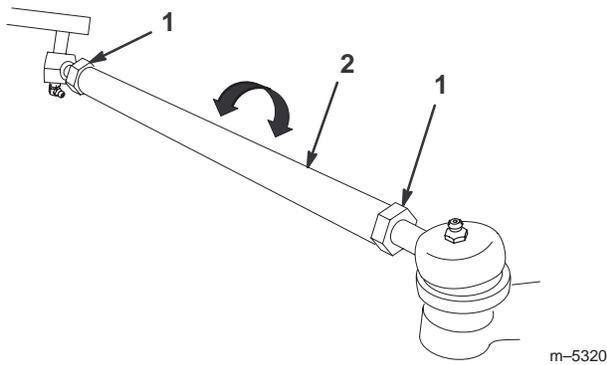

**Bild 36**
2. Messen Sie den Abstand zwischen beiden Vorderreifen auf Achshöhe (an der Vorder- und Rückseite der Vorderreifen) (Bild 36). Eine Messlehre wird für das hintere Maß der Vorderreifen auf Achshöhe erforderlich. Benutzen Sie die gleiche Messlehre für das genaue Vermessen der Vorderseite der Vorderreifen auf Achshöhe (Bild 36).